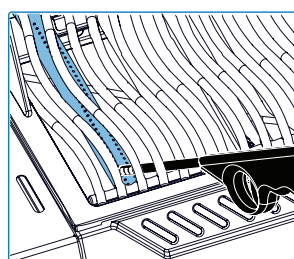
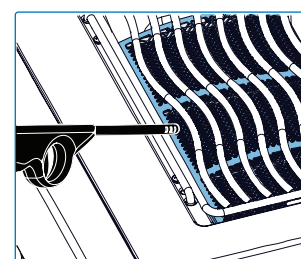

Fig. 11
Fig. 12
1. Abra la tapa del quemador/parrilla **(Fig. 11, Fig. 12)**